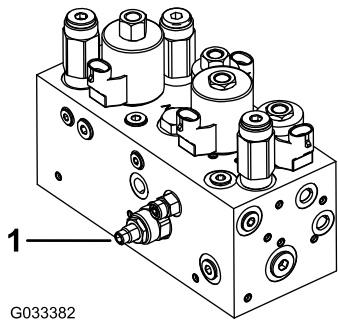

図 47
本機のカッティングユニット昇降回路にはフローコントロールバルブ 図 47 が付いています。このバルブは出荷時に約3 回転の開度に調整されていますが、作動油の温度、作業速度などにより調整が必要になる場合があります。以下の手順で調整します
1. 運転席を上げ、センタープルフレーム用フローコントロールバルブ 図 47 を露出させる。バルブは油圧マニホールドの側面についている。